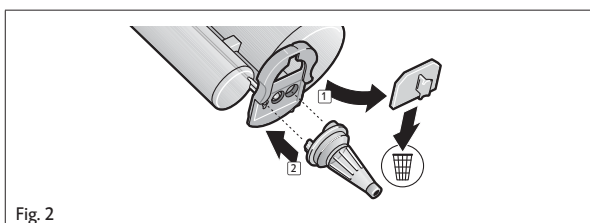

Fig. 2
- 2. Den Verschluss von der Kartusche abziehen und werfen. Neue Mischkanüle aufsetzen (Fig. 2).